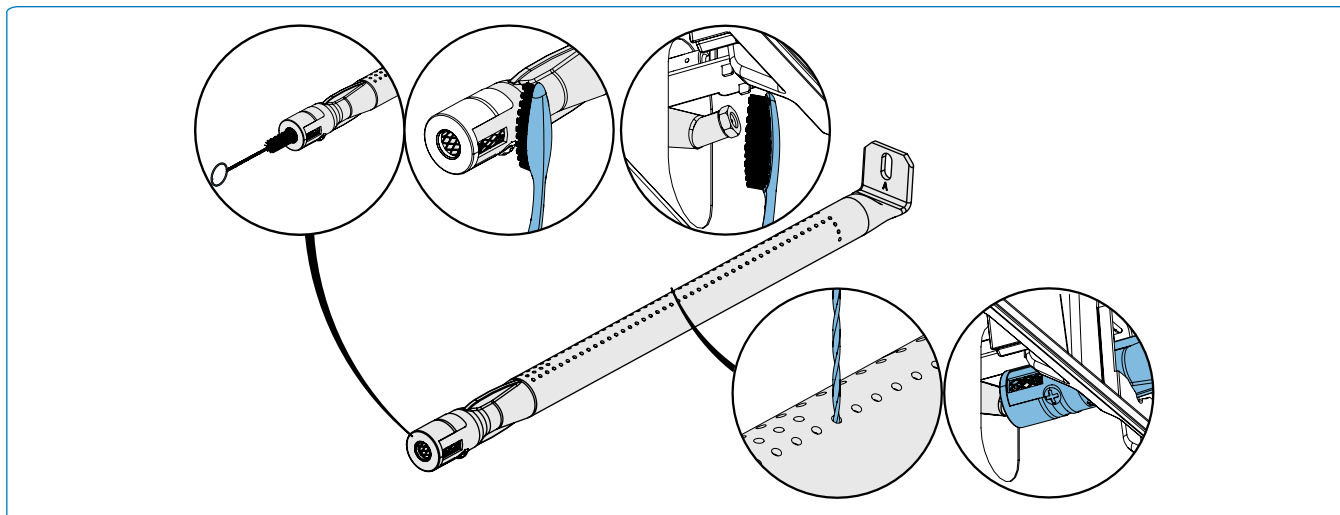

Fig. 19
1. Rimuovere la/le vite/i che fissano il bruciatore alla parete posteriore del barbecue. Far scorrere il bruciatore indietro e verso l'alto per rimuoverlo. **(Fig. 19)**.